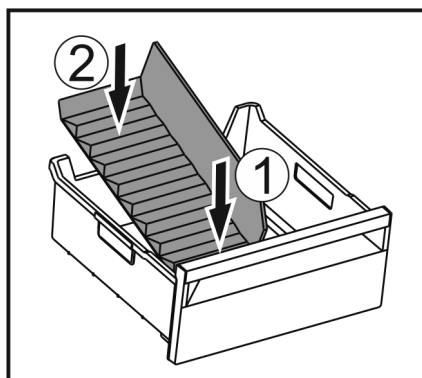

Fig. 50
► Установите переднюю часть разделителя отделения для льда. Fig. 50 (1)
► Опустите заднюю часть разделителя отделения для льда на дно выдвижного ящика. Fig. 50 (2)